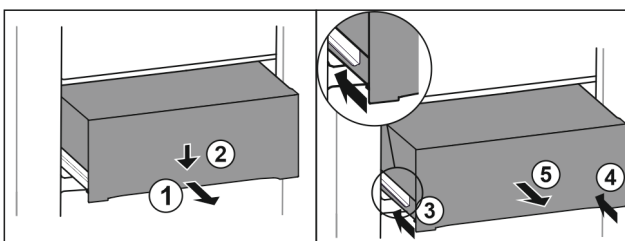

Fig. 88
- ▶ Вытяните выдвижной ящик наполовину. Fig. 88 (1)
- ▶ Вдавите выдвижной ящик в передней части вниз. Fig. 88 (2)
- ▶ Задвиньте левую направляющую прим. на 2 см. Fig. 88 (3)
- ▶ Задвиньте правую направляющую прим. на 2 см. Fig. 88 (4)
- ▶ Извлеките выдвижной ящик движением вперед. Fig. 88 (5)